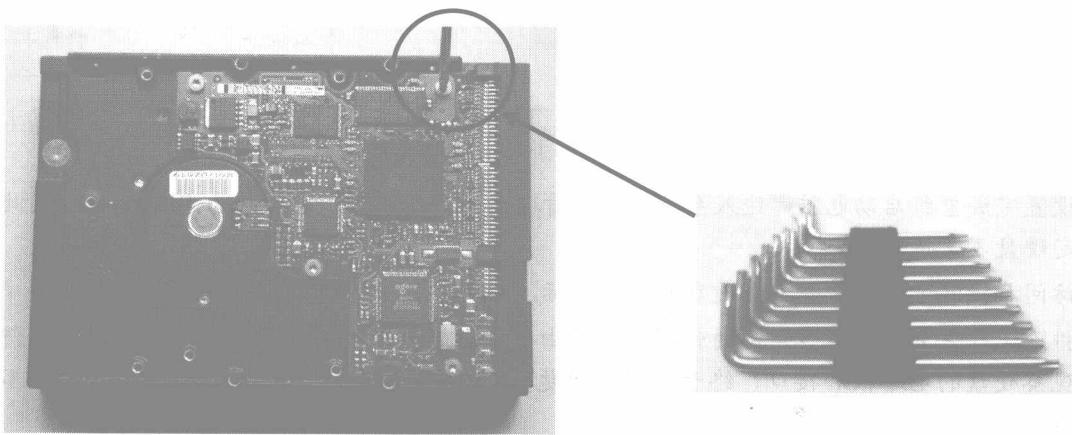

图 1-19
⑱使用六角螺丝刀将待修硬盘电路板的螺丝拧下，如图 1-19 所示，然后使用热风枪将 IDE 断针后面的残留引脚拆焊，并用镊子或钳子从接口后面将其拔出。